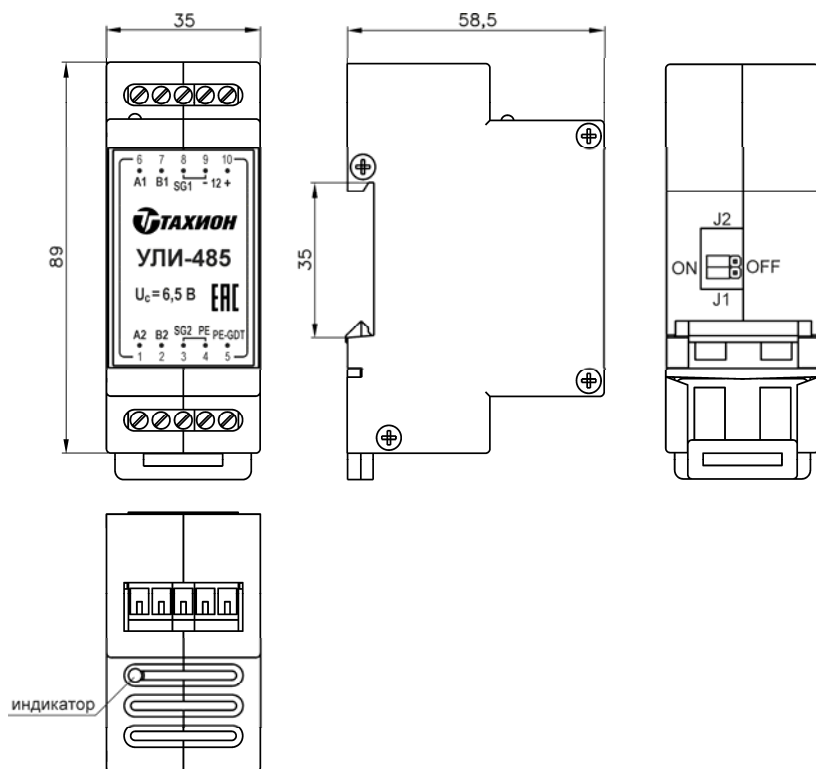

Рис.2
4. Габаритные и установочные размеры приведены на рис.2.
5. На торцевой поверхности УЛИ-485 со стороны «Линия 1» установлен индикатор красного цвета для визуального контроля работы УЛИ-485 и состояния линии связи (см. рис.2):